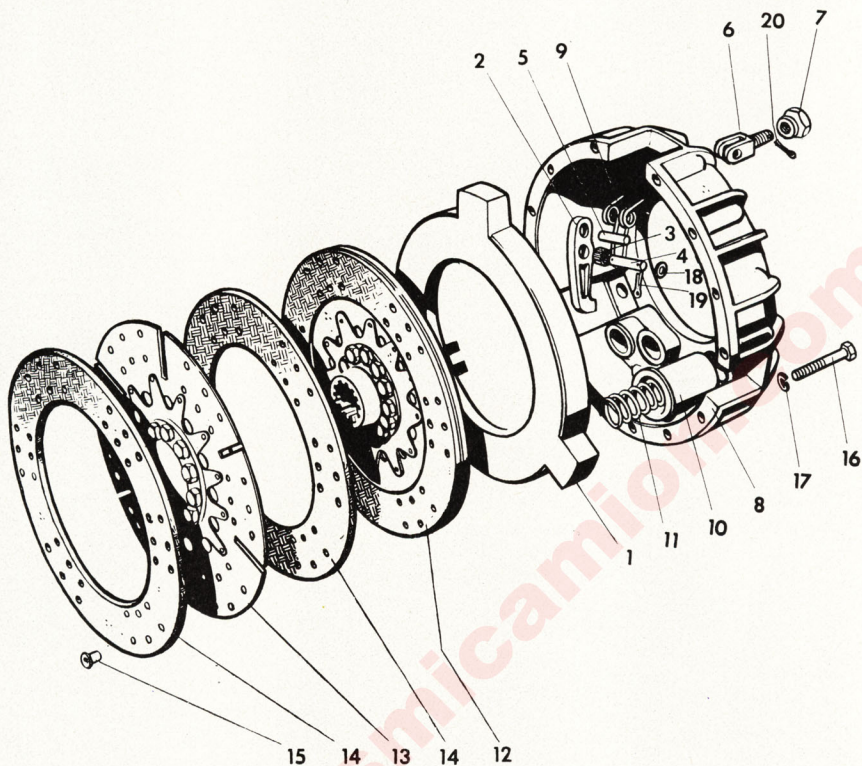

Fig. 3.—Despiece del embrague
- c) Corregirlo mediante las tuercas (7 - fig. 3) hasta lograr que las cotas indicadas sean las mismas en los 3 balancines. Una vez efectuado este ajuste, actuar repetidas veces sobre pedal, comprobando si dicha cota se mantiene por igual en los 3 balancines. De no ser así, ajustar de nuevo.